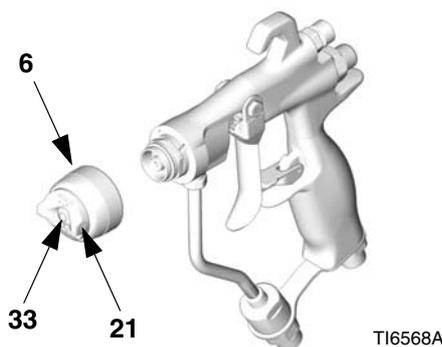

FIG. 35
2. Enlevez la bague de fixation du chapeau d'air (6), le capuchon (21) et la buse (33). Voir FIG. 35.